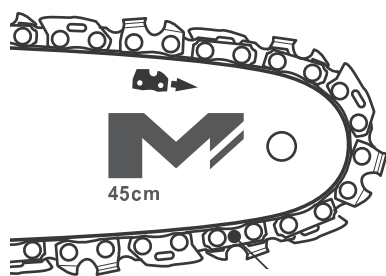

Fig. 9
- > Levante la punta de la barra guía (4) y manténgala allí mientras ajusta la tensión.
- > Gire el tornillo tensor (6) hasta que las “correas de amarre” de la cadena toquen el borde inferior de la barra guía (4) (Fig. 9).